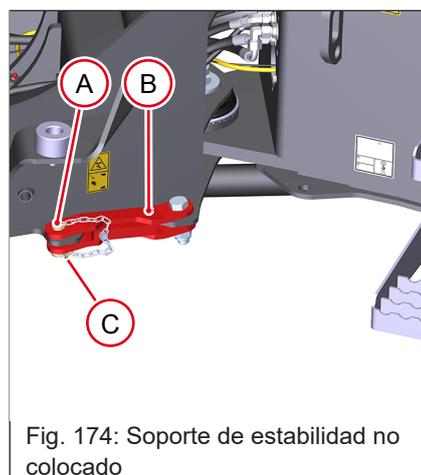

Fig. 174: Soporte de estabilidad no colocado
1. Montar los soportes de estabilidad (véase Fig. 174 en la página 138).